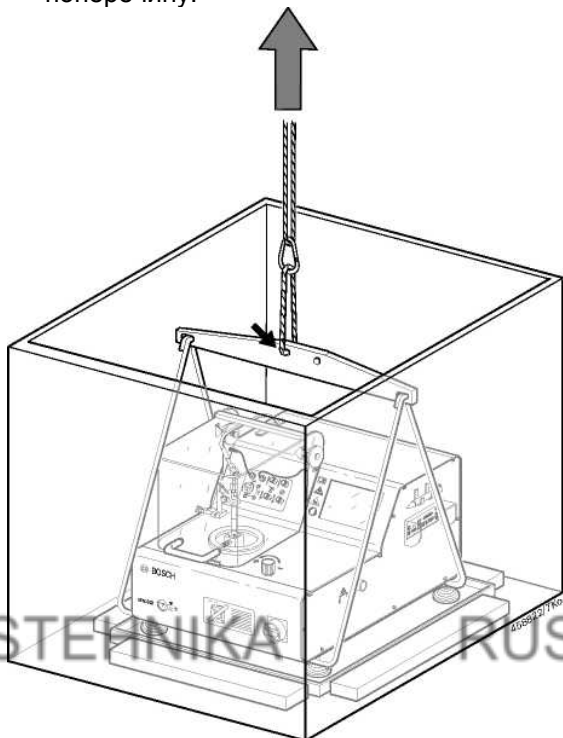

Рис. 14. Транспортный каркас для EPS 200.
% Подъемный кран прикрепить к транспортировочному каркасу на стороне защитного кожуха (см. стрелку на рис. 14).
4. При помощи предварительно установленного транспортировочного каркаса и присоединенного подъемного крана поднять и извлечь устройство из деревянного ящика (см. рис. 14) и поставить его в маслосборник (дополнительная принадлежность) на предусмотренный рабочий стол.